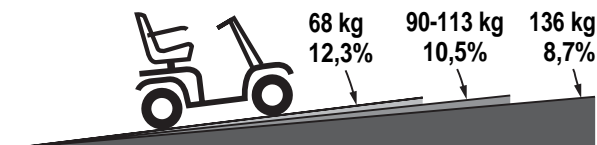

Abbildung 1. Steigungsdiagramm Victory 3 (3-Rad)
- Wenn Sie nicht wissen, welchen Wert (Grad oder Prozent) eine Steigung/Gefälle hat, befahren Sie diese beim ersten Mal immer mit einer Begleitperson, die Ihnen im Notfall helfen kann. <Abbildung 1 + 2>
<Abbildung 1 + 2>